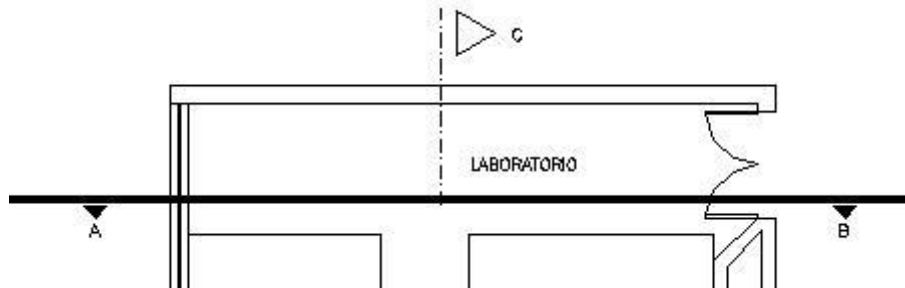

Figura 29 - Corte AB
3. Trace uma linha  qualquer que una os pontos AB, conforme figura 29